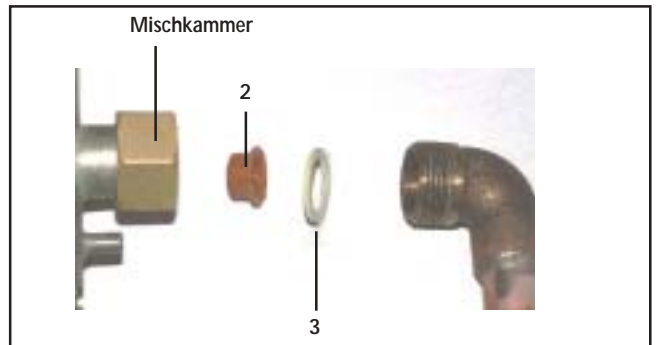

Bild 5: Einbau der Gasdrosselblende
- Setzen Sie die Gasdrosselblende (2) entsprechend Bild 5 in die Mischkammer ein und befestigen Sie unter Verwendung der neuen Flachdichtung (3) das Gasrohr.